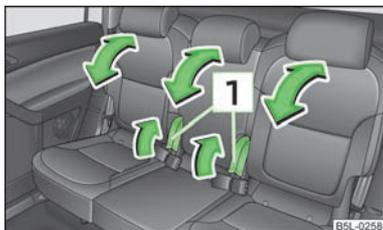

Fig. 49
- Tirez la manette **1** » fig. 49 et réglez l'inclinaison souhaitée pour le dossier.
- Tirez sur la manette **1** » fig. 49 et rabattez les dossiers des sièges arrière extérieurs jusqu'à la butée sur l'assise.
- Rabattez le dossier du siège arrière central vers l'avant de la même façon, tirez ensuite de nouveau sur la manette **1** » fig. 49 et appuyez sur le dossier vers le bas jusqu'à ce qu'il s'enclenche de façon audible dans une position plus basse.